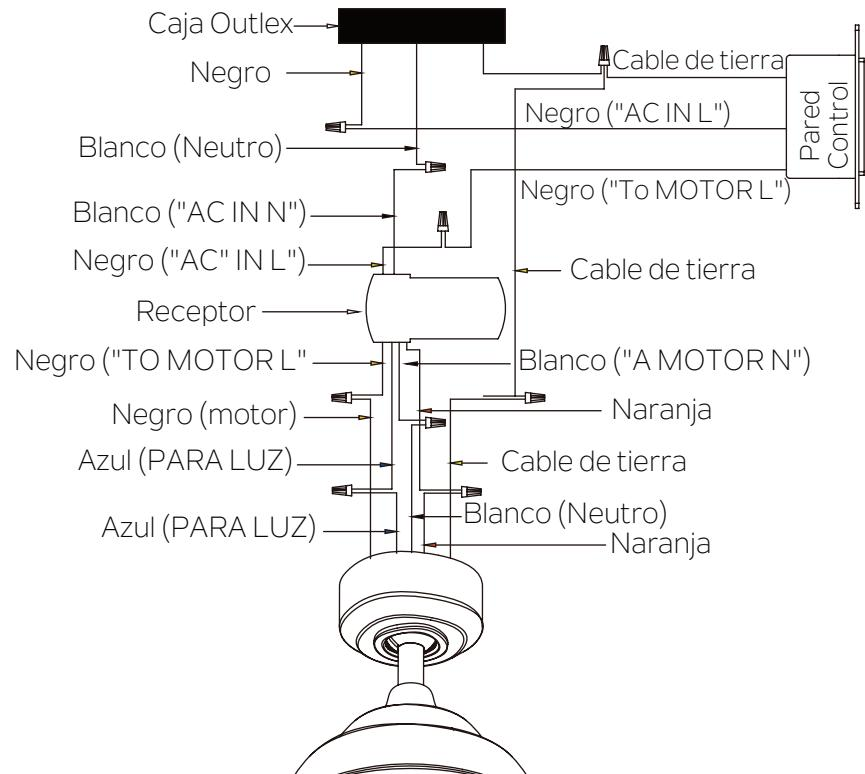

Fig. 16
Asegure todas las conexiones de alambre con las tuercas de plástico proporcionadas. (Fig. 16)
Asegure las conexiones de cable con los conectores de alambre de plástico proporcionados. (Fig. 16)
Paso 4. Conecte los cables SUELO (VERDE) de la bola de la percha y el soporte de montaje, de modo que SUELO (verde o COBRE DESNUDO) de la casa. Asegure la conexión del cable con los conectores de plástico proporcionados. Después de conectar los cables, sepárelos de modo que los cables verdes y blancos estén en un lado de la caja de salida y los cables negros y azules estén en el otro lado. (Fig. 16)